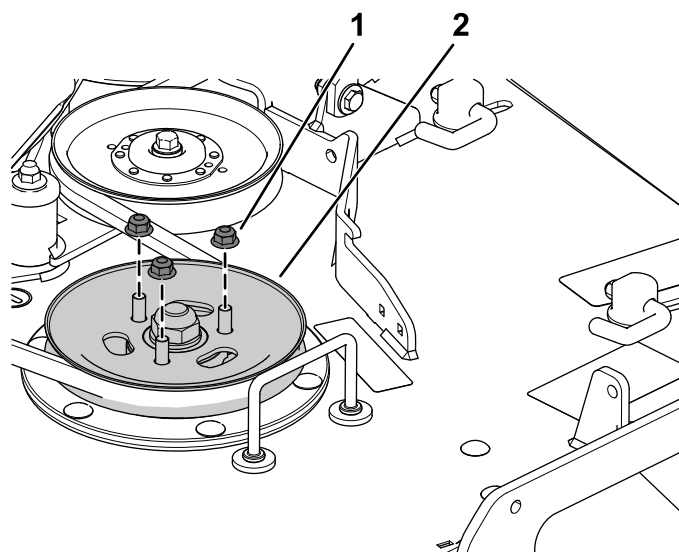

Figure 4
1. Enlevez les écrous à embase de la poulie de tablier de coupe existante (Figure 4).